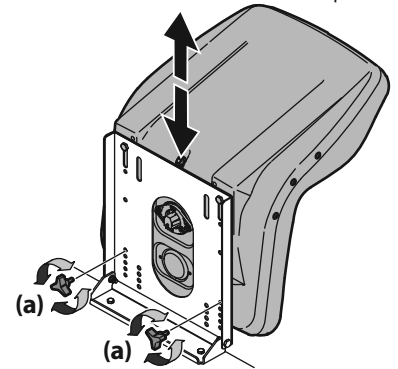

Figura 15
3. Vuelva a colocar las perillas en uno de los cuatro ajustes de los orificios y ajuste bien. Consulte la Figura 15.